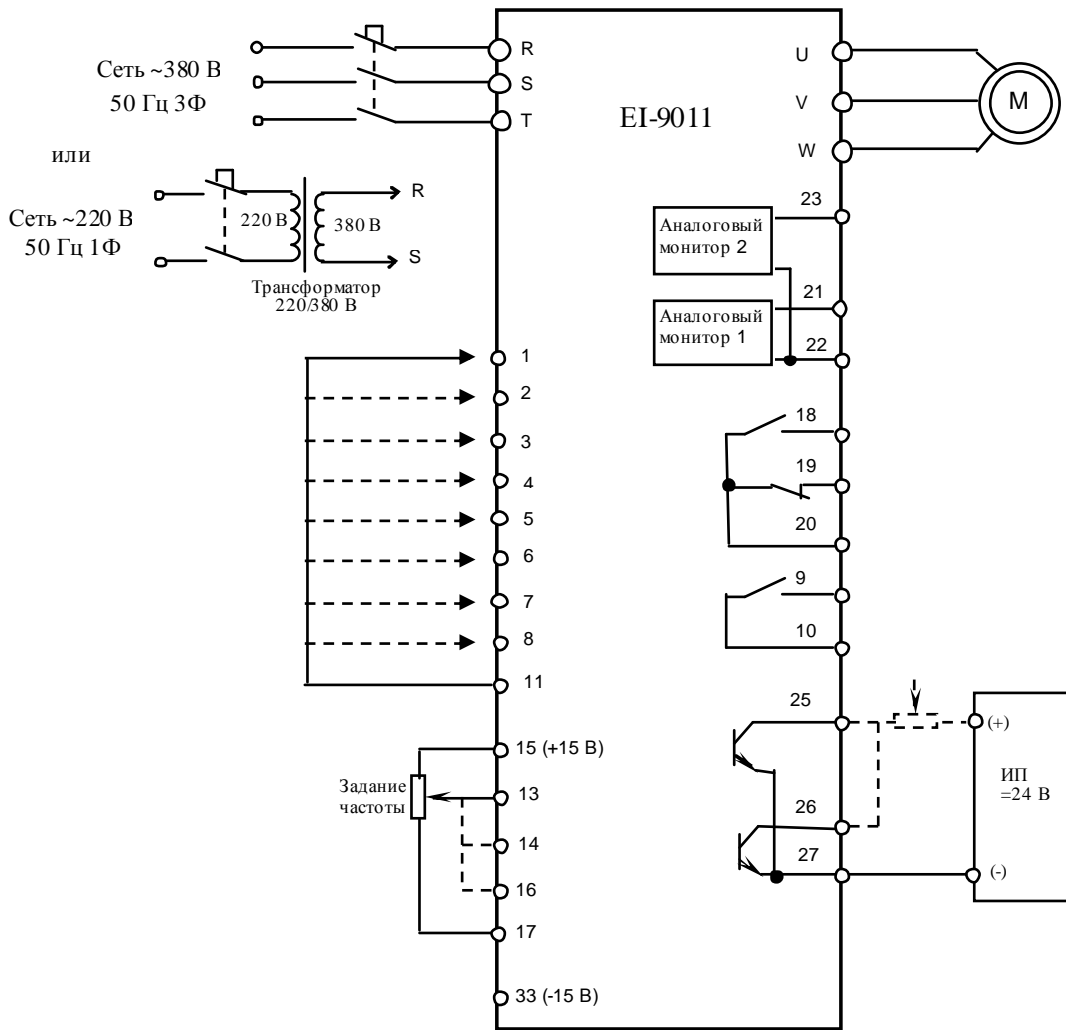

Рис. 4.14. Диагностика цепей управления преобразователя EI-9011.
4.13.18. Отсоединить потенциометр от клемм 15, 16, 17 и присоединить его к клемме 25 и к источнику питания ≈ 24 В, как показано на рис. 4.14. Включить источник питания. При помощи мультиметра в режиме измерения постоянного напряжения $V=$ измерить напряжение между клеммами 25 и 27 – должно быть 24 ± 2 В.